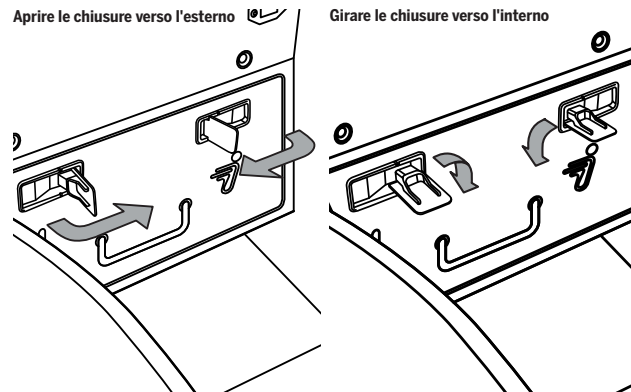

Figura 37: Aprire in fuori e girare le chiusure del modulo batteria
2. Aprire in fuori e girare le chiusure come mostrato nella **Figura 37**.